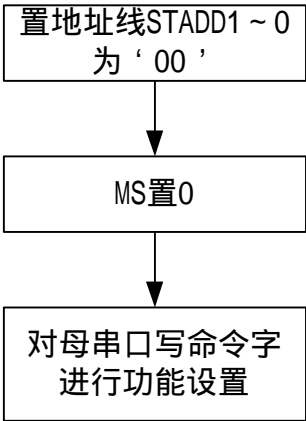

图 7 功能设置流程图
具体设置方法为：将地址线 STADD1~0 全置为 ‘ 0 ’，外部 MCU 通过母串口写入控制命令对芯片进行设置。设置流程参见图 7：
设置流程参见图 7，命令字寄存器结构参见图 8，其中 FL 是用来设置帧长的位，为 ‘0’ 表示 10bit，‘1’ 表示 11bit。
**波特率的设置：**在两种工作模式下，将地址线 STADD1~0 全置为 ‘0’，外部 MCU 可以通过母串口写入特定的控制命令对串口工作波特率进行设置。设置流程参见图 7，命令字寄存器结构参